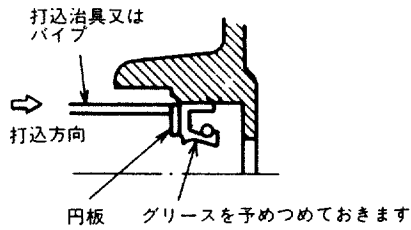

図7 オイルシール組込方法
- (1) オイルシール組込の際は、図7のように円板をオイルシールに当て打込治具またはパイプで押してオイルシール嵌合穴に打込んでください。